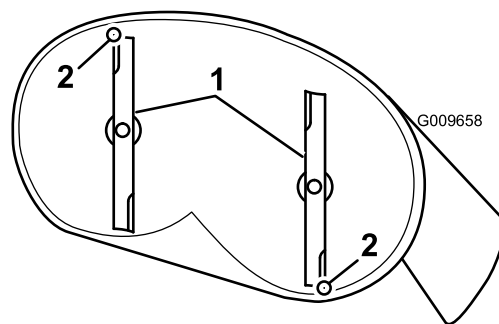
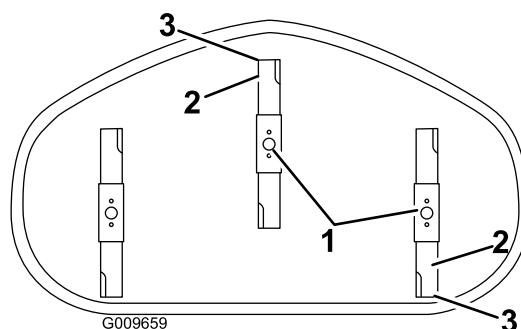

Figure 56
Figure 57
4. Faites pivoter les lames avec précaution pour faire passer les pointes avant à l'arrière (Figure 56 et Figure 57).
5. Mesurez la distance entre la pointe de la lame avant et la pointe de la lame arrière par rapport à la surface plane (Figure 56 et Figure 57). Si la pointe avant de la lame n'est pas de 1,6 à 7,9 mm (1/16 à 5/16") plus basse que la pointe arrière, réglez le contre-écrou avant.
- Une fois le réglage effectué, vérifiez à nouveau l'inclinaison avant/arrière des lames. Poursuivez le réglage de l'écrou jusqu'à ce que la pointe avant de lame soit de 1,6 à 7,9 mm (1/16 à 5/16") plus bas que la pointe arrière (Figure 56 et Figure 57).